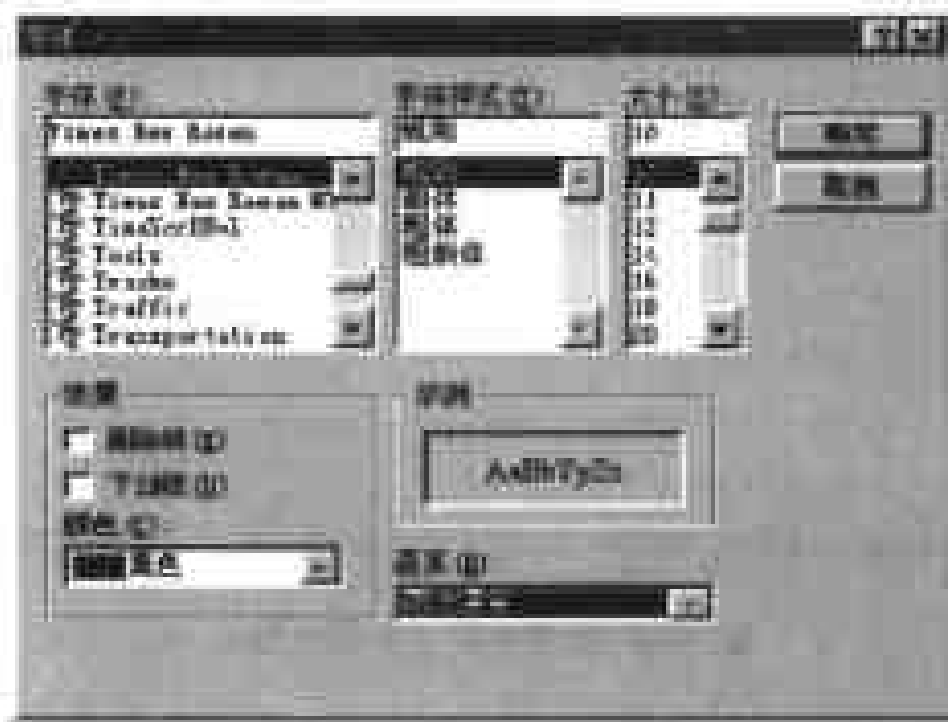

图 2-13 设置图纸的文字系统
(1) 选择 Design > Options,弹出 Document Options 对话框,在对话框中单击 Sheet Options 标签,显示相关的选项。在对话框中单击 Change System Font 命令按钮,弹出如图 2-13 所示的对话框。